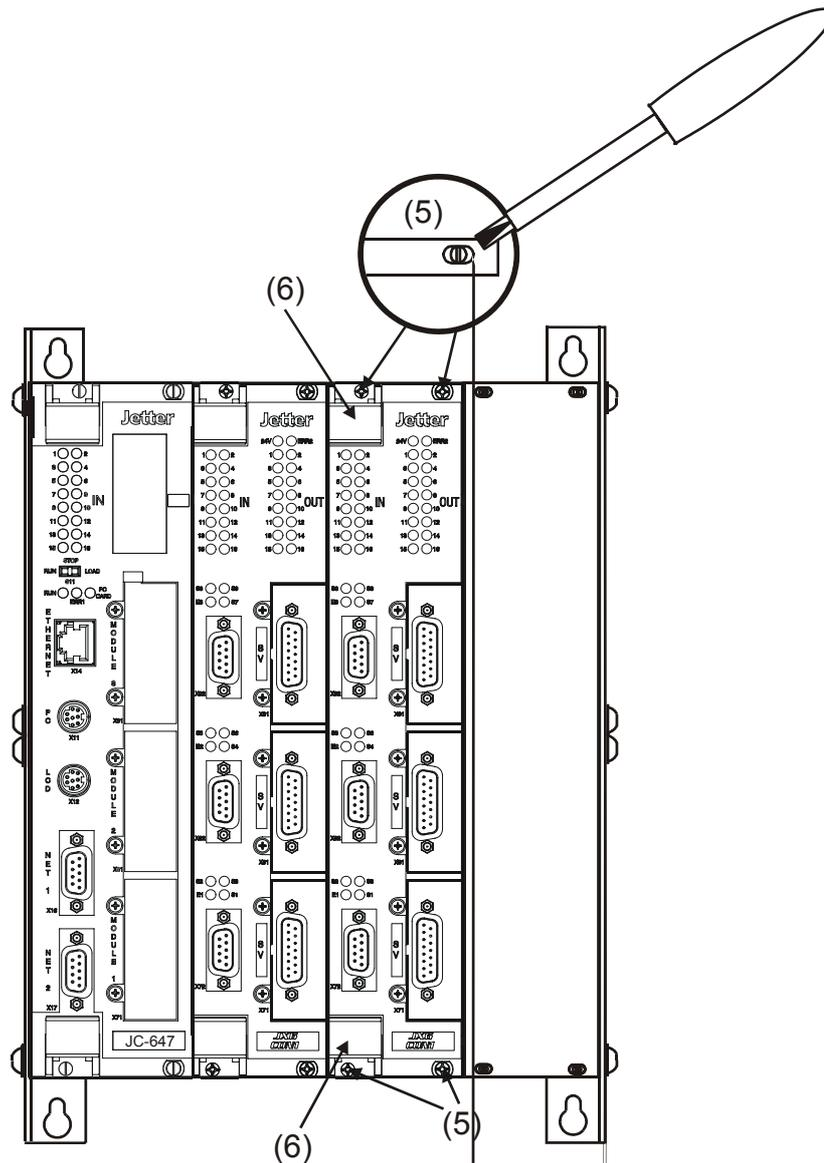

Abb. 14: Vorderansicht auf JX6-Gehäuse mit Modulen
- Lösen Sie die vier Schrauben (5), die das Modul JX6-CON mit dem Gehäuse JX6-Basis-x verbindet, mit einem Schraubendreher (siehe Abb. 14).
- Ziehen Sie das Modul JX6-CON an den beiden Griffen (6) aus dem Gehäuse JX6-Basis-x (siehe Abb. 14).